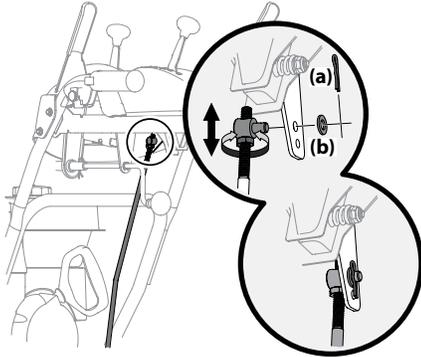

Figure 2-53
2. Retirez la goupille fendue (a) et la rondelle (b) de la virole de réglage sur la tige du levier de vitesse. Retirez la tige du levier de vitesse. Voir Figure 2-53.
4. Faites pivoter la virole vers le haut ou vers le bas sur la tige du levier de vitesse jusqu'à ce qu'elle s'aligne avec le trou supérieur du levier de vitesse. Voir l'encadré de la Figure 2-53.